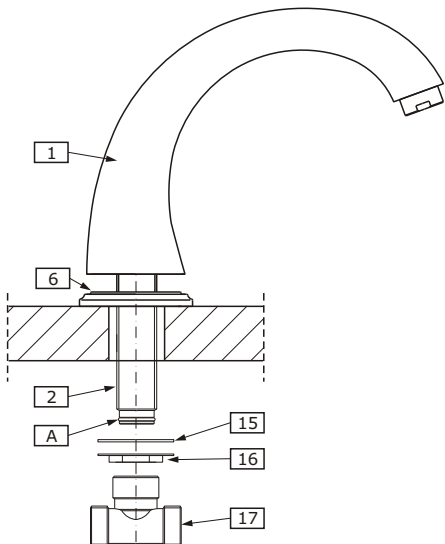

FIG. 4a
See fig. 4a & 4b
- ➔ Position the spout base (6) on the bath tub ledge.
- ➔ Insert shank (2) of the spout (1) through center hole of bath tub ledge. From underneath the ledge place rubber washer (15) on the shank, then screw on the flanged nut (16). Make sure that the spout (1) is in the correct position. Hand tighten only the flanged nut (16).
- ➔ Make sure that the o-ring (A) is properly seated in recess at shank (2). Thread the T-connection (17) on the shank of the spout as shown in fig. 4a.
Vea fig. 4a y 4b
- ➔ Posicionar la base del grifo (6) en el borde de la bañera.
- ➔ Insertar el tubo enroscado (2) del grifo (1) a través del borde del agujero central de la bañera. Por debajo del borde colocar una arandela de goma (15) sobre el tubo, luego apretar asegure que el grifo (16). Controlar si del grifo (1) se encuentra en la posición apropiada el borde de la bañera. Apretar asegure que el grifo (16) únicamente a mano.
- ➔ Controlar si el anillo (A) está colocado correctamente en el tubo (2). Colocar la conexión „T” (17) sobre el tubo del grifo como lo presenta la fig. 4a.